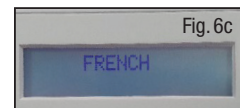

Fig. 6c
- Premere e tenere premuto il pulsante **DATI** per scorrere l'elenco delle lingue disponibili. Rilasciare il pulsante **DATI** quando appare la lingua desiderata. L'unità sarà ora nella lingua selezionata (Fig. 6c). Spegnere l'unità di alimentazione per uscire dal menù test. All'accensione successiva l'unità di alimentazione visualizzerà la lingua selezionata.